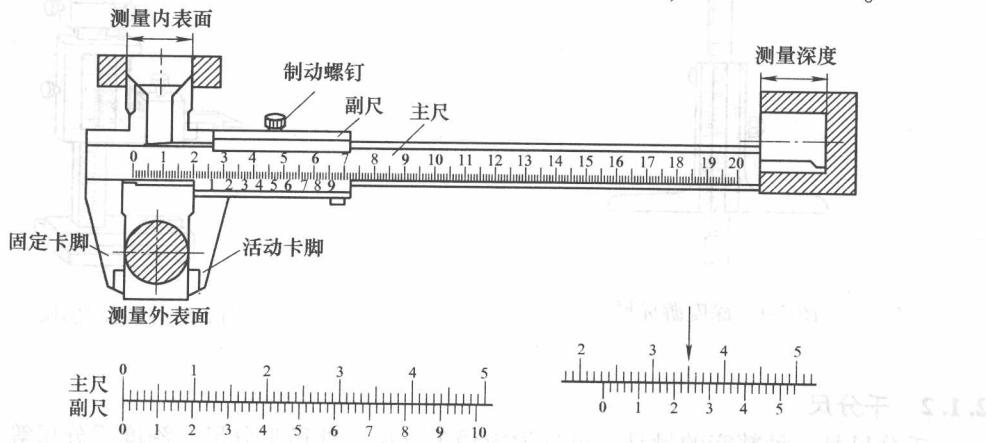

图 2-1 0.02mm 测量精度游标卡尺的读数及示例
1. 游标卡尺的刻线原理 图 2-1 所示为 0.02mm 游标卡尺的刻线原理。它由主尺和副尺组成，主尺与固定卡脚制成一体，副尺与活动卡脚制成一体，并能在主尺上滑动。主尺每小格是 1mm，当两卡脚合并时，主尺上 49mm 刚好等于副尺上 50 格，副尺上每格长度为 0.98mm，主尺与副尺每格相差 0.02mm，即测量精度为 0.02mm。